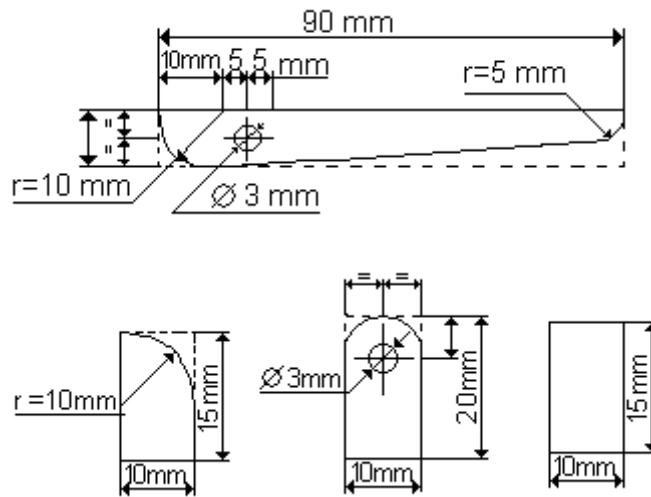

Figura 22
3.3.1. Sobre el listón de 90 x 10 x 5 mm obtenido en el punto 3.1.7 dibujar la forma indicada en la figura 22 y recortarla con la sierra de marquetería. Ajustar la forma empleando limas para madera y papel de lija.
3.3.2. Sobre la pieza de 20 x 10 x 5 mm y sobre una de 15 x 10 x 5 mm obtenidas en el punto 3.1.7, efectuar las mismas operaciones indicadas en la figura 22.